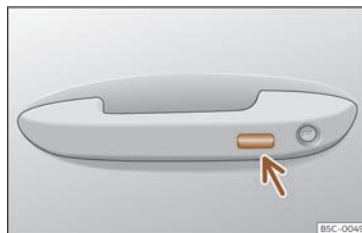

Fig. 90 Poignée de la porte : surface sensible.
- **OU** : à l'aide du système Keyless Access (verrouillage uniquement) : Appuyez un doigt pendant quelques secondes sur la surface de détection de verrouillage >>> **fig. 90** (flèche) de la poignée de porte jusqu'à ce que les vitres et le toit ouvrant se ferment. Si vous cessez de toucher la surface de détection, la fonction d'ouverture/fermeture s'interrompt.
Appuyez un doigt pendant quelques secondes sur la surface sensible de verrouillage >>> **fig. 90** (flèche) de la poignée de porte jusqu'à ce que le toit ouvrant se ferme. Si vous cessez de toucher la surface sensible, la fonction d'ouverture/fermeture s'interrompt.